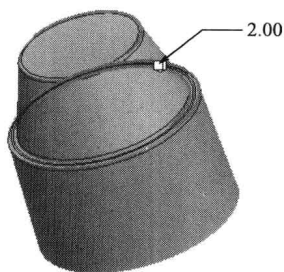

图 1.5 笔帽基本体倒圆角
② 笔帽基本体倒圆角。单击倒圆角 R 按钮，按下“Ctrl”键连续选取 3 条边，设置圆角半径为 2，如图 1.5 所示，即可完成笔帽基本体倒圆角。